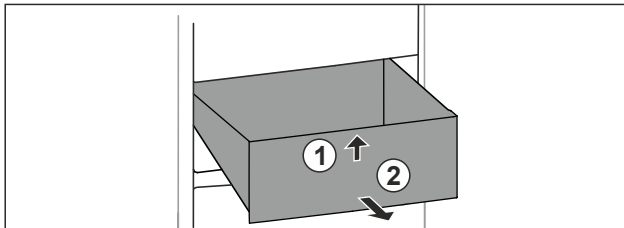

Fig. 56
- ▶ Lade aan de voorkant optillen. Fig. 56 (1)
- ▶ Lade naar voren toe verwijderen. Fig. 56 (2)